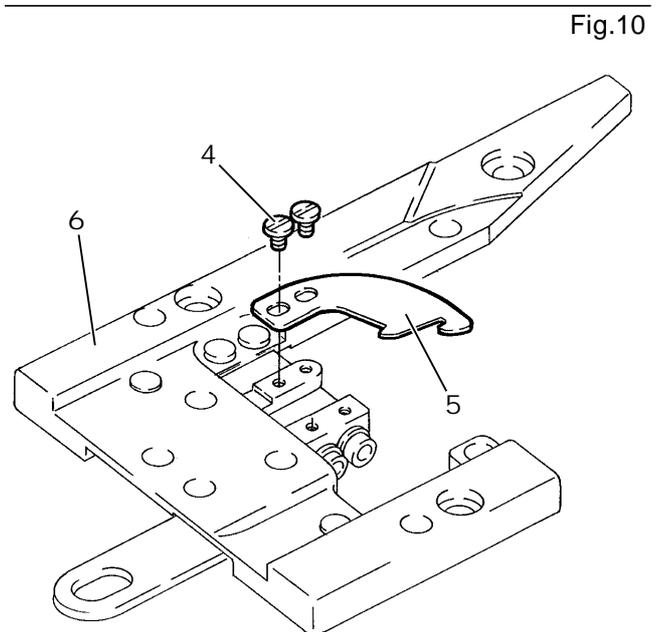

Fig.10
2. Dévisser les vis **4** et remplacer le couteau inférieur **5**. Après le montage du nouveau couteau inférieur, serrer provisoirement les vis **4** (voir la fig. 10).